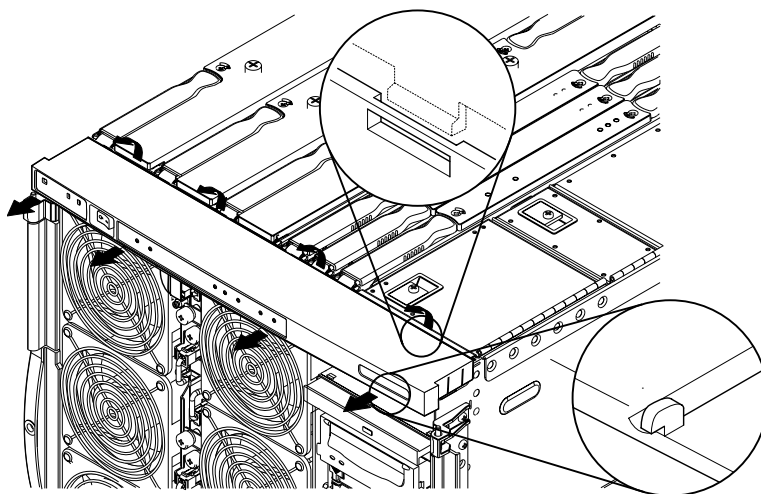

図 12-2 システムインジケータボードのカバーの取り外し
9. システムインジケータボードのプラスチック製のカバーの背面側を押します。プラスチック製の留め具を強く押して、下部カバーから上部カバーを外します (図 12-2)。
4. システムインジケータボードのカバーの背面側を強く押して、プラスチック製の留め具をかみ合わせてシャーシに固定します (図 12-2)。